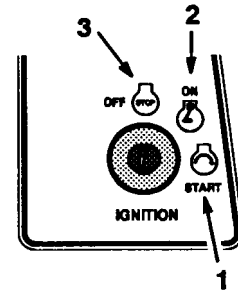

Figure 8
5. Tourner la clé de contact dans le sens horaire et la garder à la position START (DEMARRAGE) (Fig. 8). Relâcher la clé quand le moteur démarre.
2. Tourner la clé de contact sur OFF (ARRET) (Fig. 8).